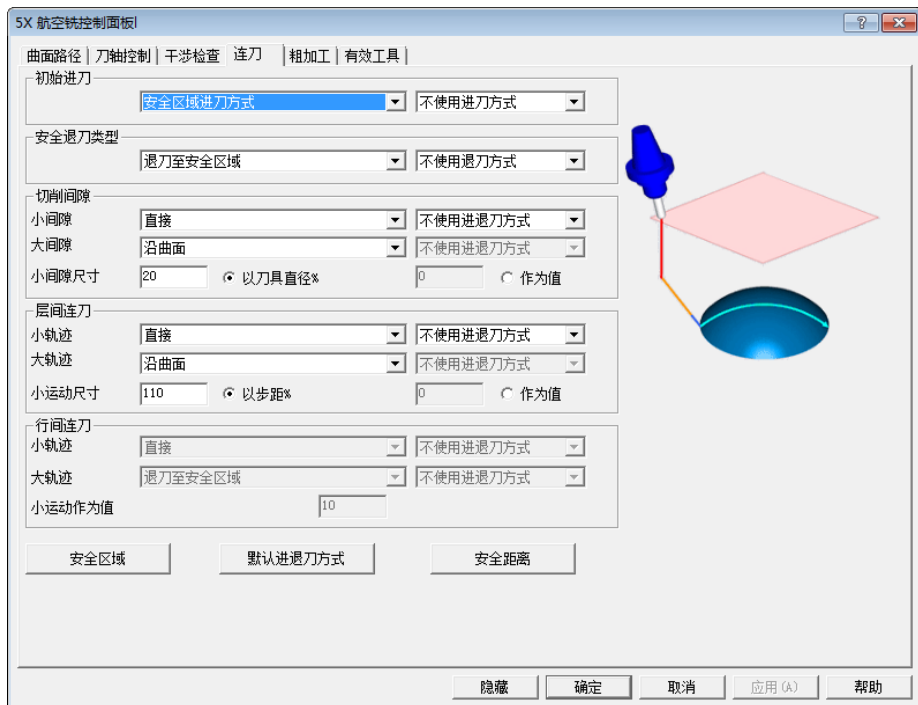

图 2-319 “连刀”选项卡
- 9) 选择“连刀”选项卡，选择“小间隙”为“直接”，“大间隙”为“沿曲面”，设置其他参数如图 2-319 所示。